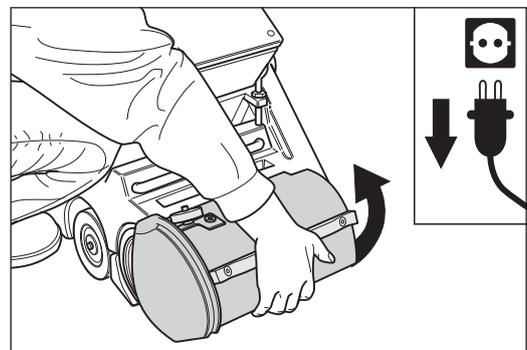

Abb. 30 Den Netzstecker aus der Steckdose ziehen und den Walzendeckel nach oben klappen.
- 3 Klappen Sie den Walzendeckel an der Vorderseite des Maschinengehäuses nach oben (Abb. 30).